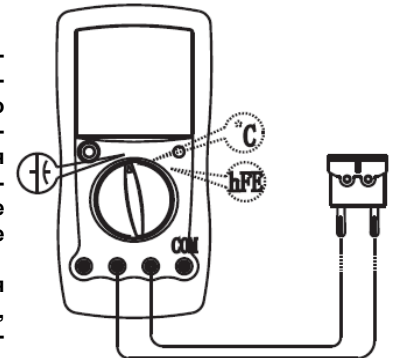

Рисунок 8
F. Измерение емкости (см. Рисунок 8)**⚠ Предупреждение**
Н. Проверка транзисторов (см. Рисунок 8)